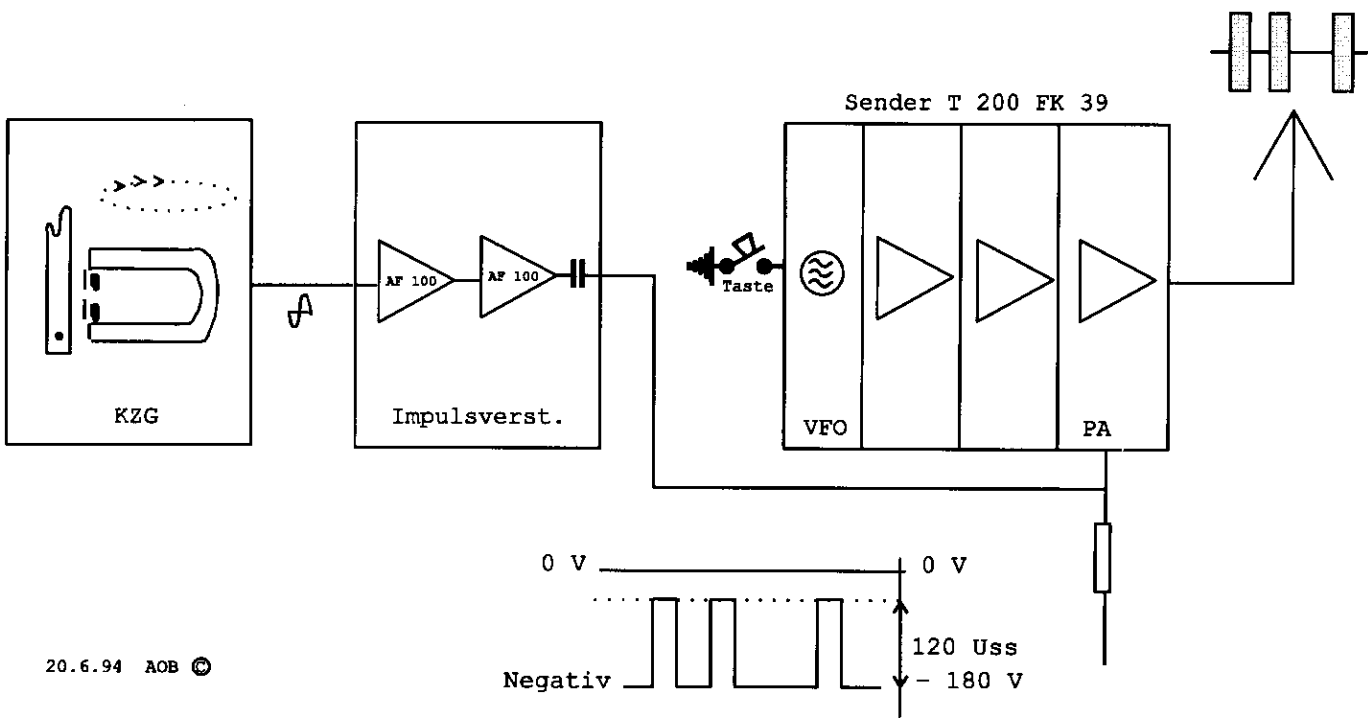

Abb.40: Blockschaltbild der Kurier-Sendeanlage
Verfolgen wir jetzt den Weg der Impulse vom Geber bis zur Antenne anhand des Blockschaltbilds in Abb.40.⁸ Ganz links wieder der Geber KZG 44/2, der die Impulse an den Impulsverstärker liefert. Rechts von diesem die schematische Darstellung eines Senders. Es ist klar, daß die eingezeichnete Morsetaste vollkommen ungeeignet war, um Impulse von 1 ms Dauer zu erzeugen. Außerdem waren die gebräuchlichen Oszillatorschaltungen nicht in der Lage, schnelle Schaltvorgänge bei voller Leistung auszuführen.⁹ Man fand eine relativ einfache Lösung, die darin bestand, daß man den Steuersender (VFO) vor Beginn der Sendung auf Dauerbetrieb schaltete. Die Endstufe (PA) war davon "abgekuppelt" und blieb durch eine hohe negative Spannung gesperrt. Erst wenn - und in dem Rhythmus wie - diese negative Sperrspannung durch die eingespeisten Impulse aufgehoben wurde, gelangte Energie an die Antenne. Eine Umschaltvorrichtung sorgte dafür, daß man den Sender wahlweise für Kurier gebrauchen oder in der herkömmlichen Weise mit der Morsetaste betreiben konnte.